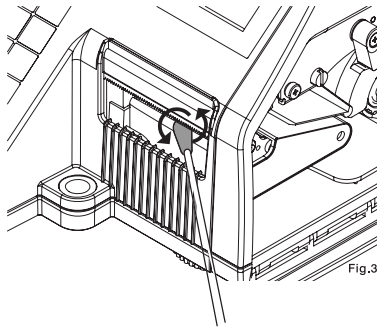

Fig.3
3) 알코올을 적신 면봉 또는 헝겊으로 프린터 헤드부분을 fig 3.와 같이 골고루 닦아준다.
4) fig.3 처럼 TPH 레버를 시계 방향으로 돌린 후 커버를 닫는다.